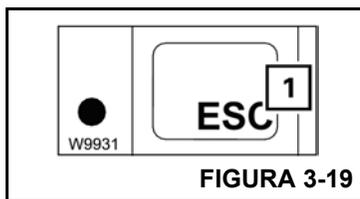

FIGURA 3-19
Para salir del submenú de error, presione el botón **Esc** (1) (Figura 3-19) una vez. Se abre el mismo menú que se abrió antes de del submenú de error.